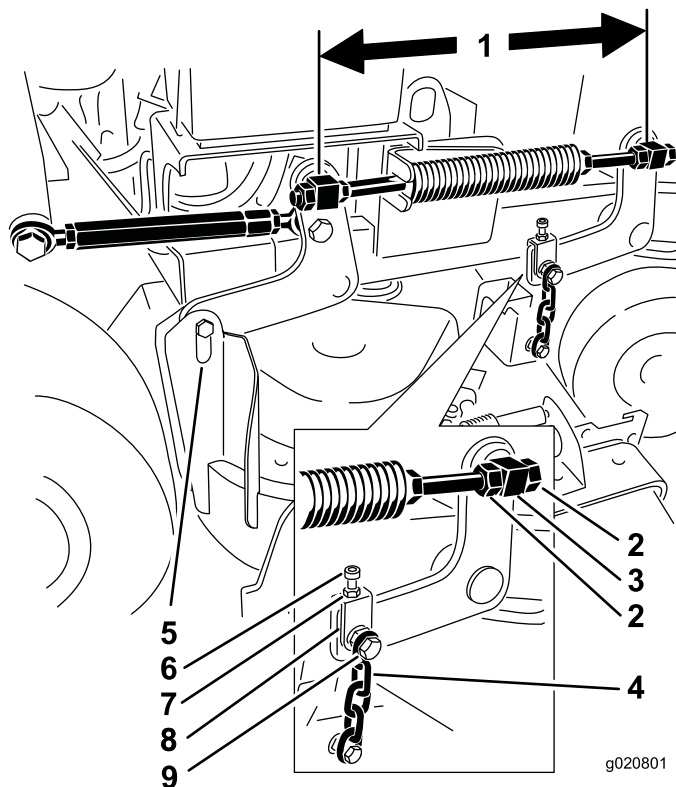

Bild 82
6. Prüfen Sie den Abstand zwischen den Drehzapfen; messen Sie in der Mitte der Drehzapfen (Länge Mitte-zu-Mitte) an jeder Gewindestange (Bild 82).
11. Lösen Sie die obere Kettenschraube, wenn eine Einstellung erforderlich ist (Bild 82).
5. Lösen Sie die oberen Kettenschrauben (Bild 82).